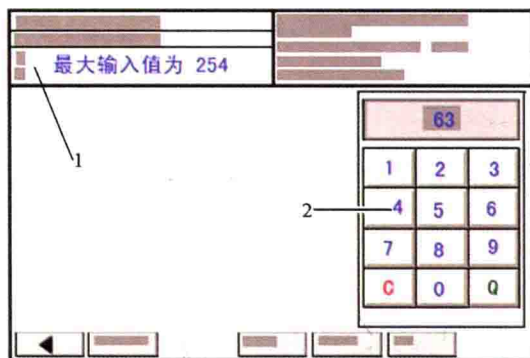

图 1-7 显示内容四
- ① 更换发动机控制单元。
- ② 更换节气门。
- ③ 更换自动变速器控制单元 J217。
- ① 连接故障诊断仪。
- ② 进入发动机电子装置。
- ③ 在 2 选择区按基本设定键，按→键确认。这时，显示屏显示内容四如图 1-7 所示。
- ④ 在键区 2 输入显示组号 63，按→键确认。